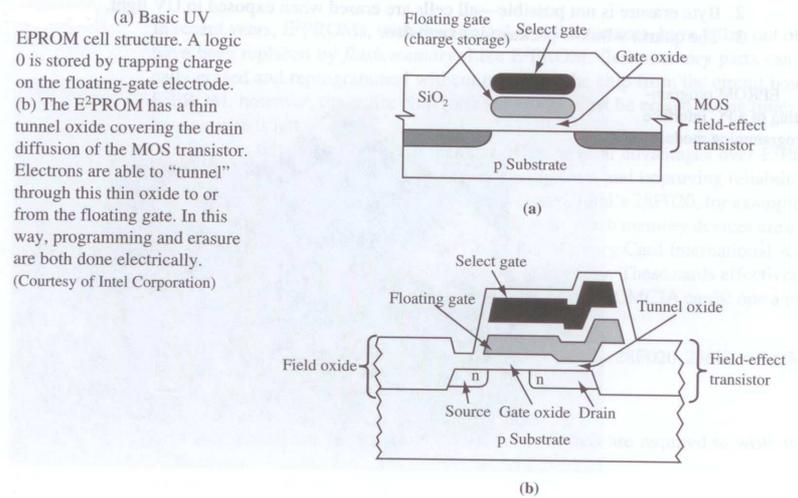

FIGURE 3.3 – EPROM
**EPROM.**- Un type, plus onéreux, de PROM est l'**EPROM** (pour *Erasable Programmable ROM*), inventé pour permettre sa reprogrammation, ce qui est utile en particulier lors du développement d'un prototype (figure 3.3).
Elle utilise des cellules de transistor **FAMOS** (pour *Floating-gate Avalanche-injection MOS*, figure 3.3 (a)) pour stocker l'information. Appliquer une tension spéciale  $V_{PP}$  a pour effet un champ électrique puissant dans la région du canal du transistor. Ceci, à son tour, permet aux électrons de sauter la barrière de dioxyde de silice et la porte flottante. Durant l'écriture, la porte sélectionnée a un biais positif, ce qui l'aide à attirer les électrons de l'électrode de la porte
Le principe d'une cellule d'E2PROM est le suivant (figure 3.3, (b)) : comme pour une cellule FAMOS, il y a une porte flottante, cependant il y a aussi un très fin tunnel d'oxyde sous le drain de diffusion du transistor MOS. Avec une tension positive appliquée à la porte voulue, les électrons sont attirés vers la porte flottante. Appliquer une tension positive au drain terminal décharge (efface) la cellule.